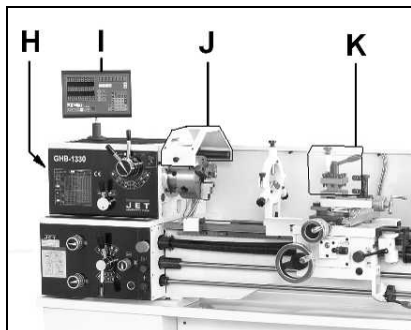

Fig 3
Le cache courroie (H, Fig 3) et le protège mandrin (J) sont surveillés par interrupteurs électriques. Pour démarrer la machine il faut les fermer.